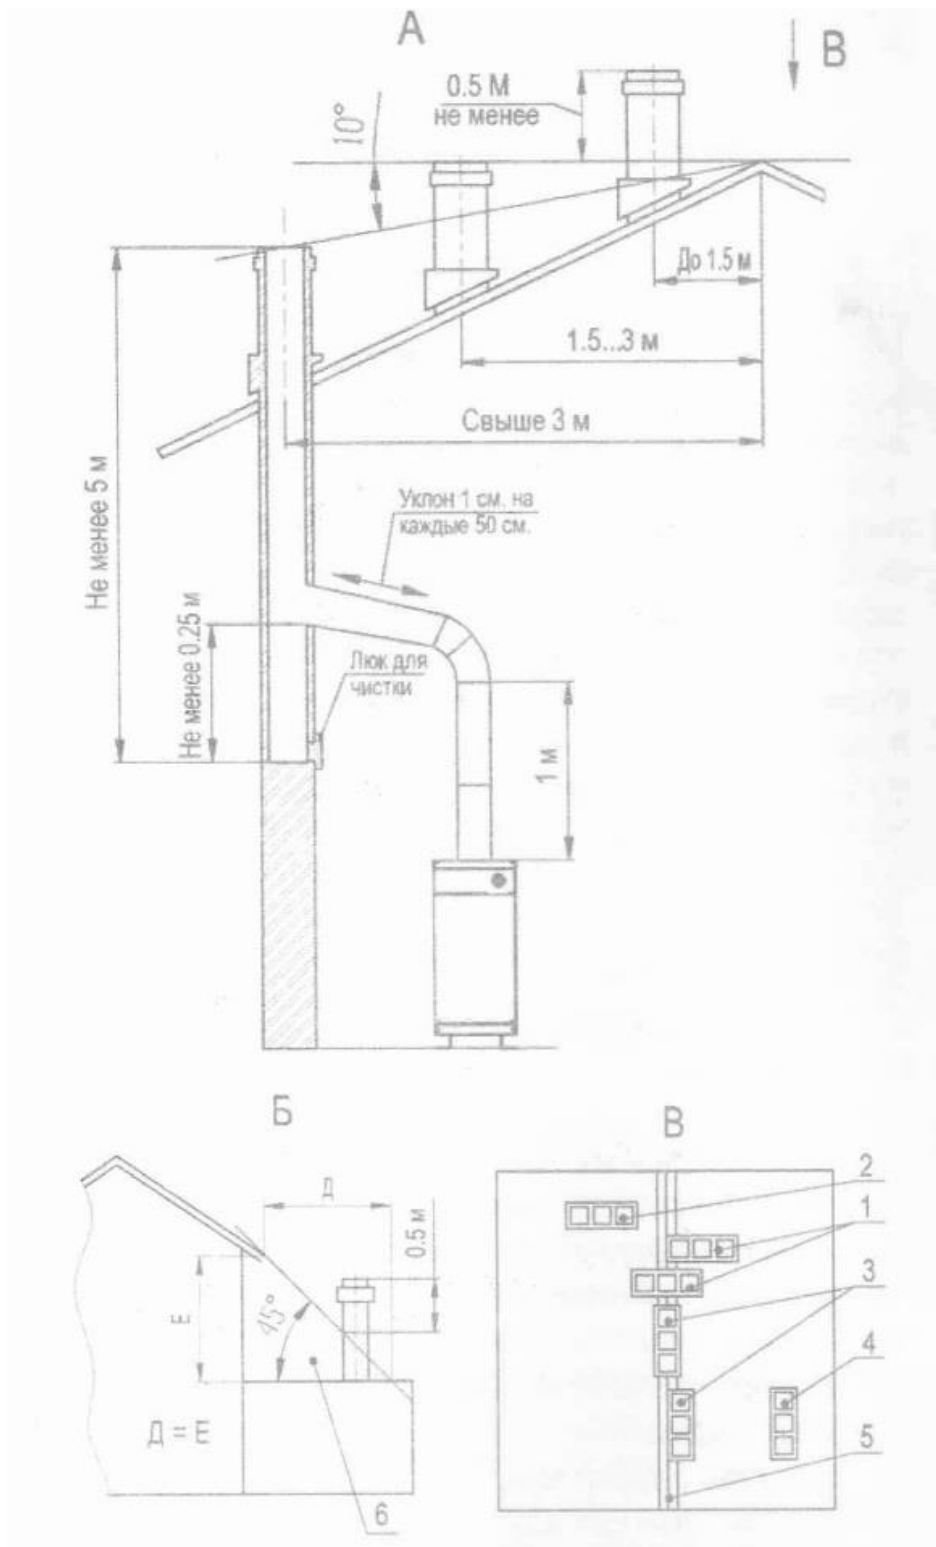

Рис. 3. Схема расположения дымовой трубы.
7.6. Котел работает при естественной тяге, создаваемой дымовой трубой за счет разницы холодного и нагретого воздуха, поэтому устройство дымовой трубы должно отвечать следующим требованиям см (рис.3, рис.4):
- высота трубы над крышей должна быть не менее размеров, указанных на рис. 3., обратите внимание на положение оголовка трубы с несколькими каналами относительно конька крыши;